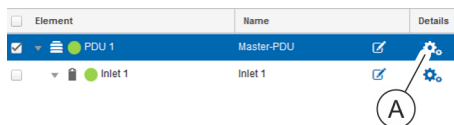

Abb. 107: Details des Elements "PDU" aufrufen
3. ➔ In der Registerkarte "Status" die Details der betreffenden PDU aufrufen (Abb. 107/Ⓢ).